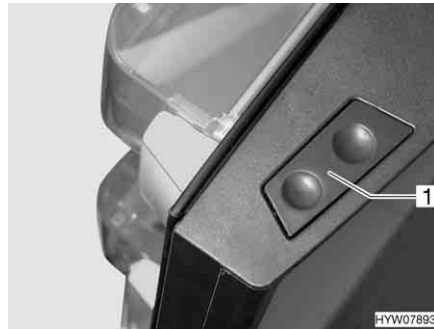

Bild 149 Frigöringsknapp till kylskåpsdörr (Dometic 8-serie)
**Öppna:** ■ Tryck på frigöringsknappen (Bild 149,1) och öppna kylskåpsdörren.